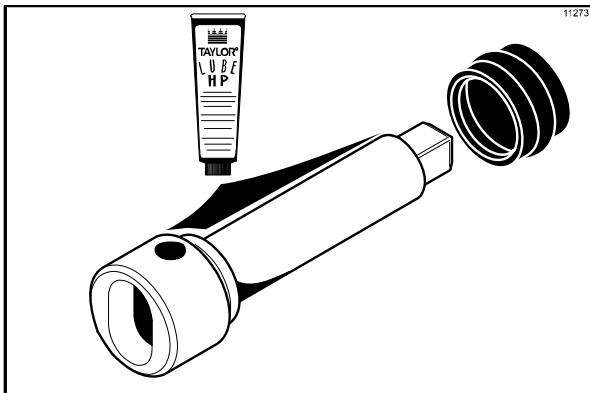

Abbildung 110
1. Vor dem Einbau der Shake-Rührwerksantriebswelle die Rille auf der Welle schmieren. Die Hohldichtung der Antriebswelle über das schmale Ende der Welle streifen und in die Rille gleiten lassen. Den Innenteil der Hohldichtung reichlich einfetten, ebenso deren abgeflachtes Ende, das mit dem Lager hinten im Gefrierzylinder in Kontakt kommt. Die Welle selbst gleichmäßig einfetten. Das Vierkantende NICHT schmieren! (Siehe Abbildung 110.)